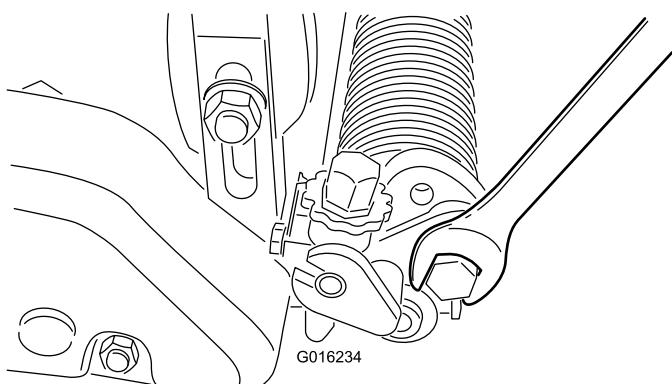

Bild 21
- A. Lösen Sie die Schrauben am rechten und linken Groomerarm (Bild 21).
- C. Ziehen Sie die Schrauben an, um die Einstellung zu arretieren (Bild 21).